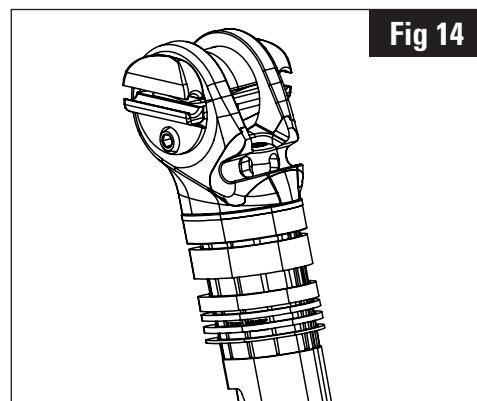

Fig 14
2. Infilare gli anelli sul reggisella come in fig. 14.